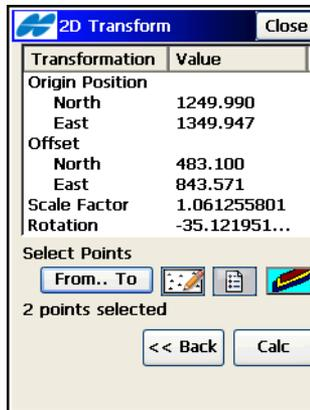

Abbildung 10-26. 2D-Transformationsparameter
4. Tippen Sie auf **Rechn**, um die zweidimensionale Transformation der Punkte durchzuführen (Abbildung 10-26).